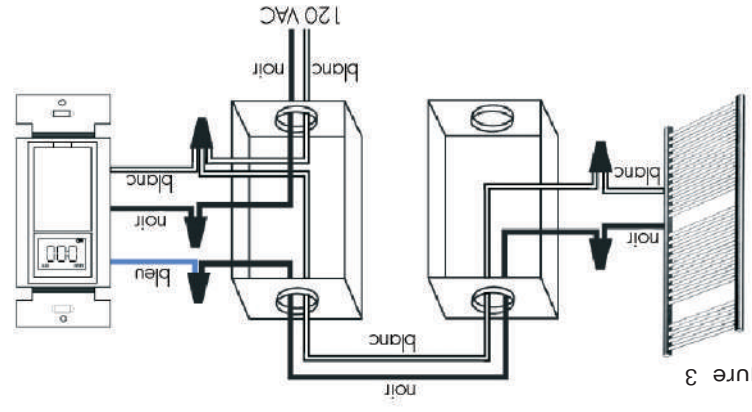

Figure 3
### Exigences générales (voir figure 3)
2. Effectuez toutes les connexions électriques comme indiqué sur la figure 3.